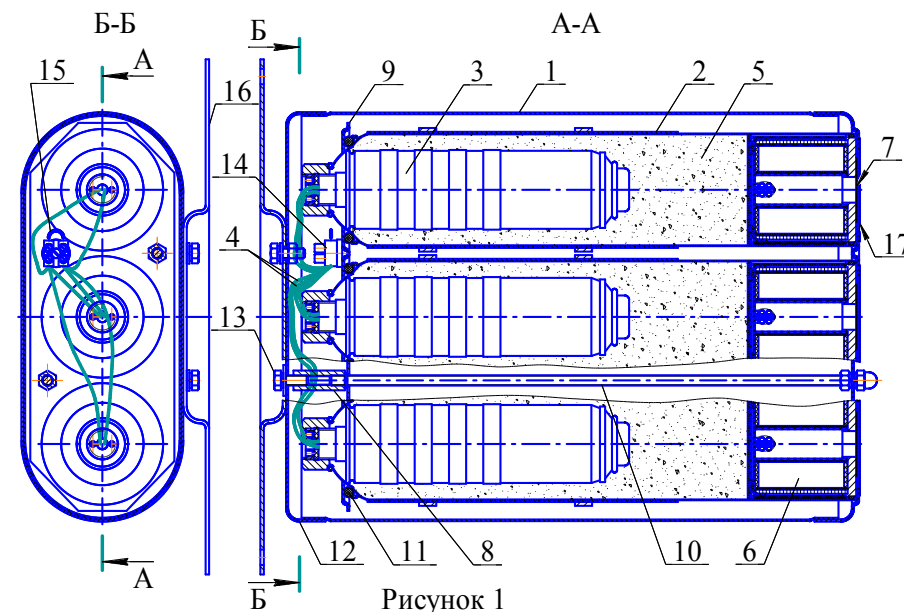

Рисунок 1
4.1.1 ГГПТ (см. рисунок 1) состоит из корпуса **1**, в котором размещены три сменных картриджа **2**, содержащих газогенерирующий элемент **3** с элементом электропусковым **4**. Свободный объем корпуса картриджа **2** заполнен таблетками охладителя **5**. Для очистки огнетушащего газового вещества от механических примесей в каждом картридже установлен фильтр-сепаратор **6**. Выходное отверстие фильтра-сепаратора заглушено самоклеющейся пленкой ПВХ **7**. В верхней части корпуса **1** картриджи при помощи гаек **8** поджаты крышкой **9**. Соединение корпуса **1** с крышкой **9** производится шпильками **10**. Для компенсации воздействия вибрации между картриджами **2** и крышкой **9** установлены резиновые кольца **11**. Сверху ГГПТ закрыт крышкой **12**, которая закреплена болтами **13**, соединенными с гайками **8**. Оголенные концы проводов элементов электропусковых **4**, скрученных по одному проводу от каждого картриджа в две группы и залуженных после скрутки, закреплены в соединительной коробке (зажиме контактом винтовом) **14**. Выходные клеммы соединительной коробки **14** замкнуты проводом **15**. ГГПТ снабжен кронштейном **16**, который болтами крепится к боковой поверхности корпуса **1** или к крышке **11**. Для исключения разрушения самоклеющейся пленки ПВХ **7** при транспортировании, хранении и монтаже отверстия донной части
- снять с несущей поверхности ГППТ с кронштейном **16** (см. рисунок 1), снять с ГППТ крышку **12**, отсоединить пусковой кабель и перенести генератор в комнату сборки;
6.1 Извлечь ГГПТ из упаковки, произвести визуальный осмотр целостности корпуса. Снять крышку **11** (см. рисунок 1), открутив болты **12**. Проверить качество крепления оголенных концов проводов элементов электропусковых **4** в соединительной коробке **14**.